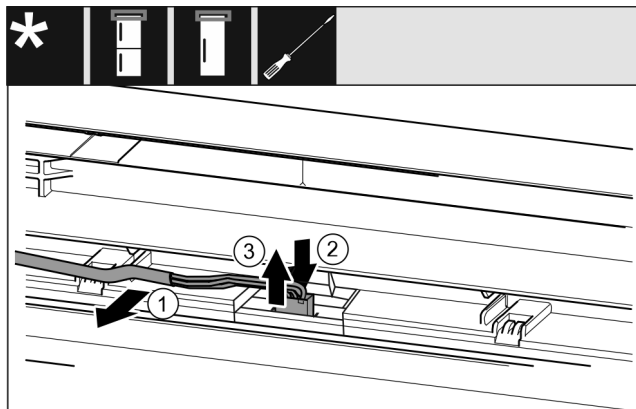

Fig. 10
- ▶ Обережно витягніть сірий кабель з направляючої в дверцятах. Fig. 10 (1)
- ▶ Притисніть назад накладку за штекером. Fig. 10 (2)
- ▶ Обережно витягніть штекер рухом вгору. Fig. 10 (3)